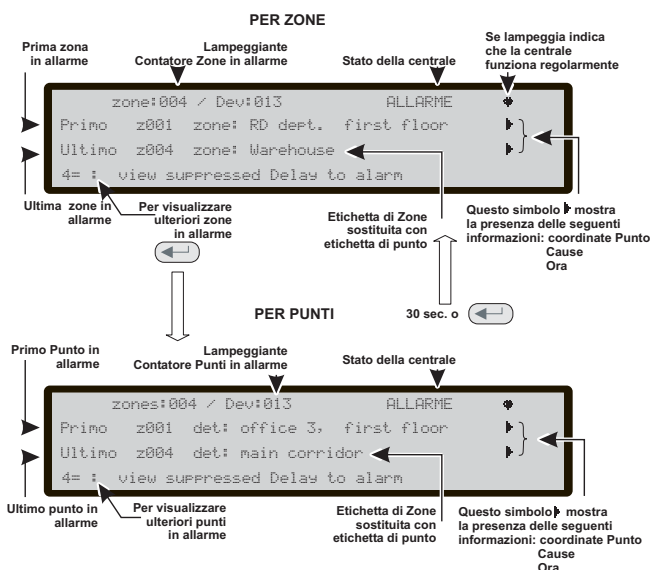

Figura 12 Schermata: STATO di ALLARME.
- dai display della centrale e dei Repeater con una schermata come quella in figura 12;
Il campo "primo punto in allarme" contiene le informazioni relative al primo dispositivo che si attiva. Il campo "ultimo punto in allarme" contiene le informazioni circa l'ultimo punto attivato, non importa a quale zona appartenga (figura 12).